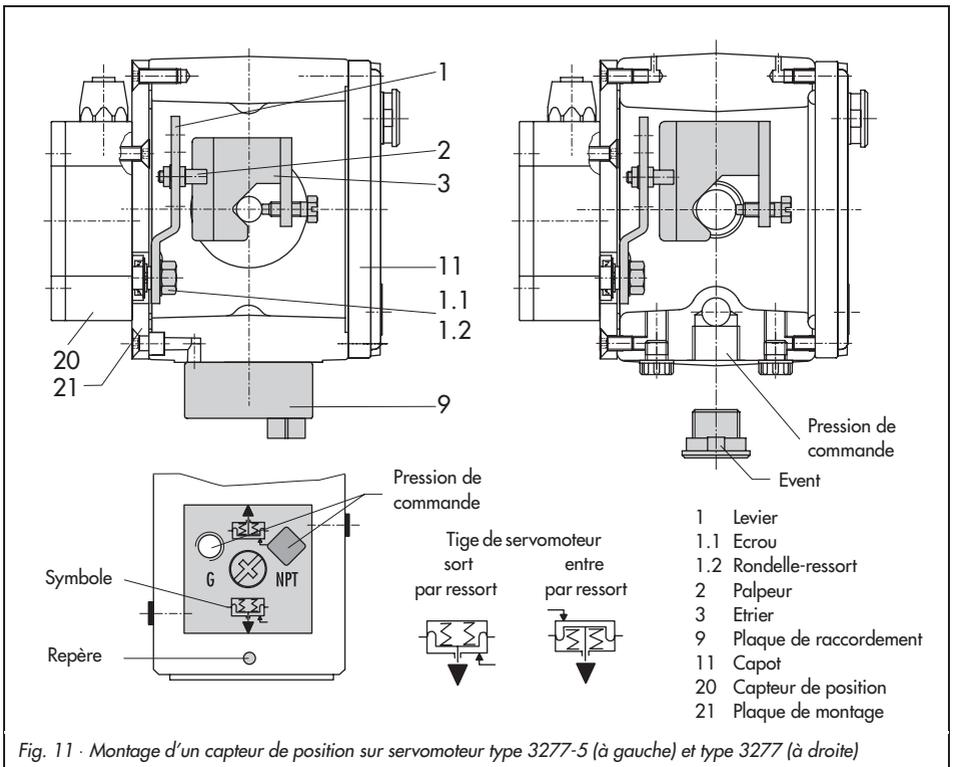

Fig. 11 · Montage d'un capteur de position sur servomoteur type 3277-5 (à gauche) et type 3277 (à droite)
La pression de commande du positionneur est transmise à la chambre du servomoteur par le raccord de la plaque de raccordement (Rep. 9, fig. 11, à gauche).
- ▶ Vérifier la présence du joint plat dans le logement de la plaque (9).
- ▶ Positionner la plaque (9) de telle sorte que les symboles "Tige sort" ou "Tige entre" se trouvent en face du repère (fig. 11, en bas).
- ▶ La plaque de raccordement (9) possède des orifices NPT et G. Obturer l'orifice non utilisé avec un joint en caoutchouc et un bouchon 4 pans.